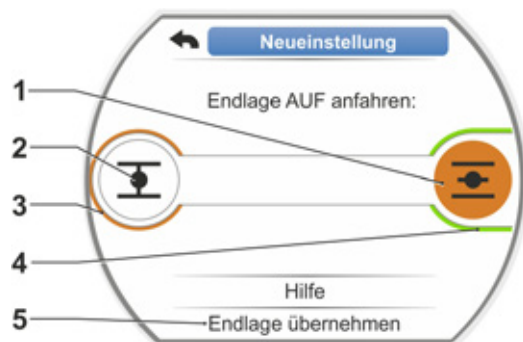

Abb. 6: Endlage in Richtung AUF anfahren
Das Display wechselt zur Einstellung der Endlage und es wird aufgefordert die Endlagenposition AUF anzufahren (Abb. 6).
Es wird das Verfahren in Richtung AUF angeboten: Symbol Endlage AUF ist orange hinterlegt (Abb. 6, Pos. 1). Soll in die andere Richtung verfahren werden, Drive Controller drehen und die orangene Markierung auf das Symbol ZU (Abb. 6, Pos. 2) stellen.
- Endlage ZU = drehmomentabhängig (Abb. 6, Pos. 3) und